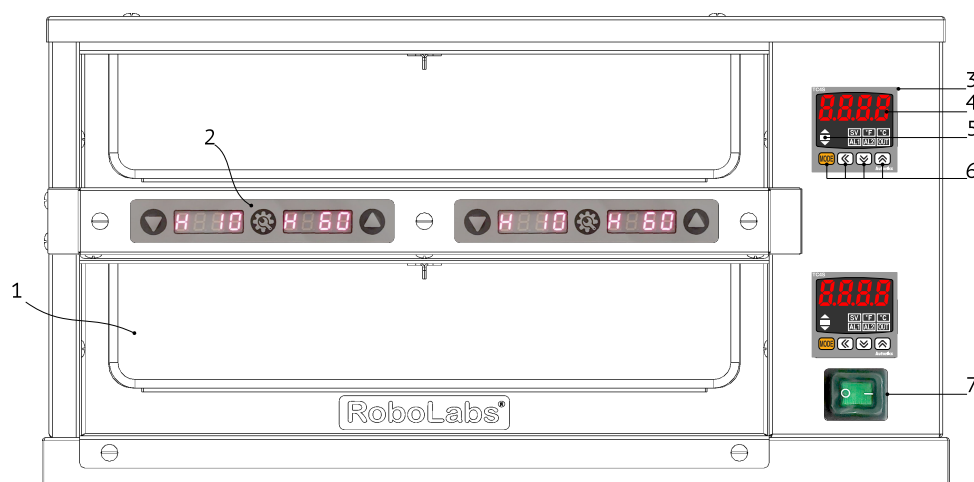

Рисунок 1
Изделие состоит из двух сквозных камер (1), установленных одна над другой, см. Рис. 1. Каждая камера выстлана плитой из алюминия, под которой вмонтированы нагревательные элементы. Каждая камера вмещает две гастроёмкости¹ GN1/3-65.